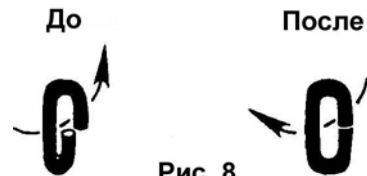

Рис. 8
7. С помощью разводного ключа передвигайте звено горизонтально вперед, до тех пор пока звено не вернется в начальное положение (Рис. 8).